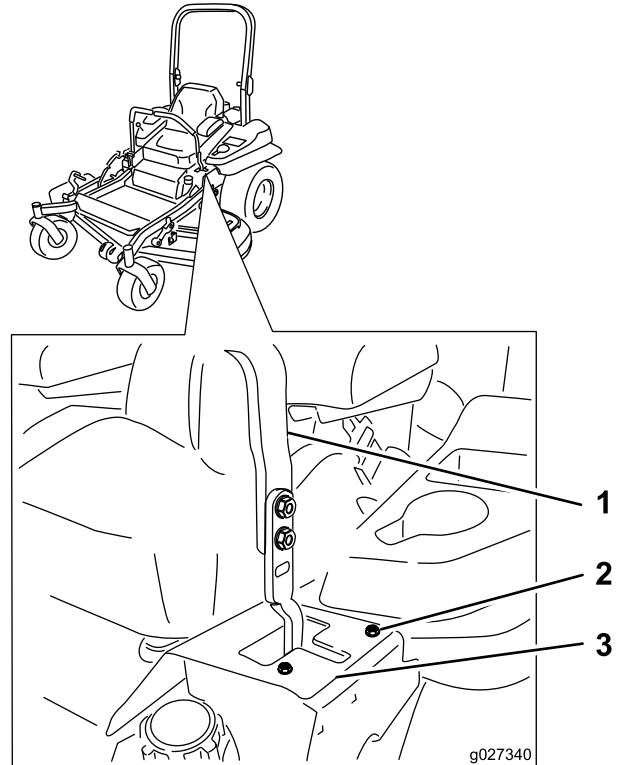

Figure 66
- Si elle se déporte à droite, desserrez les boulons et déplacez la plaque de butée gauche en arrière sur la fente en T gauche, jusqu'à ce que la machine se déplace en ligne droite (Figure 66).
- Si elle se déporte à gauche, desserrez les boulons et déplacez la plaque de butée droite en arrière sur la fente en T droite, jusqu'à ce que la machine se déplace en ligne droite (Figure 66).
- Serrez les boulons de la plaque (Figure 66).